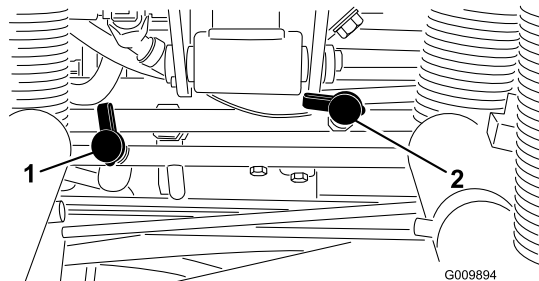

Figura 62
- Utilizzate il foro diagnostico n° 1 (Figura 62) per misurare la pressione di marcia avanti.
- Utilizzate il foro diagnostico n° 2 (Figura 62) per misurare la pressione di marcia indietro.